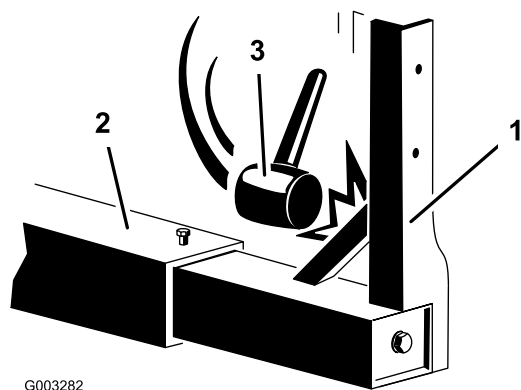

Figura 2
6. Con un martello in plastica o gomma, picchiate il montante per allentare il telaio (Figura 2).